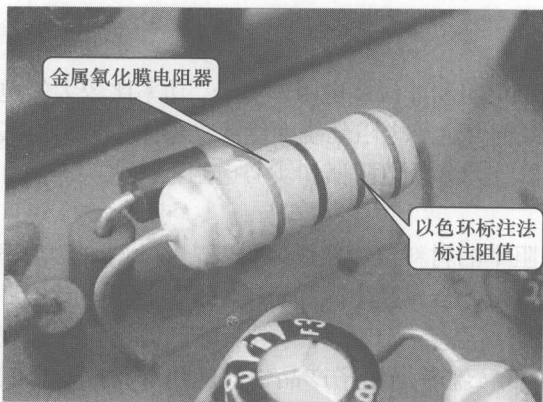

图 1-12 金属氧化膜电阻器
③ 金属氧化膜电阻器。金属氧化膜电阻器是将锡和铈的金属盐溶液以高温喷雾的方式沉积在陶瓷骨架上制成的。因为采用的是高温喷雾技术，所以它的膜层均匀，与陶瓷骨架结合得结实且牢固，比金属膜电阻器更为优越，具有抗氧化、耐酸、抗高温等特点。图 1-12 所示为金属氧化膜电阻器的实物外形。这种电阻器通常采用色环标注法标注阻值。